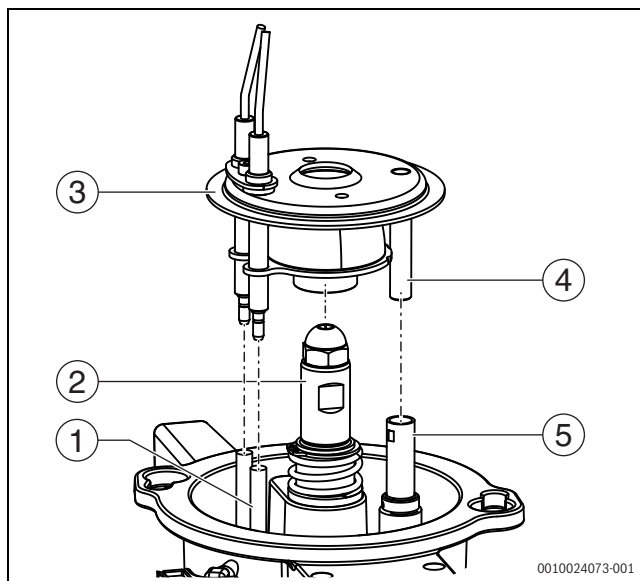

Bild 65 Mischsystem montieren
- ▶ Sichtrohr des Mischsystems und Halterohr des Flammenfühlers (→ Bild 65) innen mit geeignetem Hilfsmittel, wie z. B. Wattestäbchen, Langbürste (Pfeifenreiniger) reinigen.